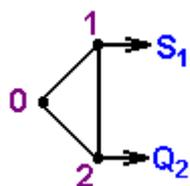

Рисунок 37
**Вариант 15.** Для схемы однородной кольцевой электрической сети  $U_H = 110 \text{ кВ}$  (рис.37) определить: